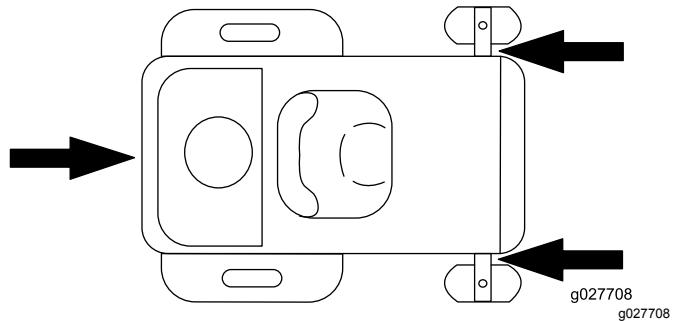

Figura 34
6. Amarre la máquina junto a las ruedas giratorias delanteras y el guardabarros trasero con correas, cadenas, cables o cuerdas (Figura 34). Consulte la normativa local respecto a los requisitos de amarre.